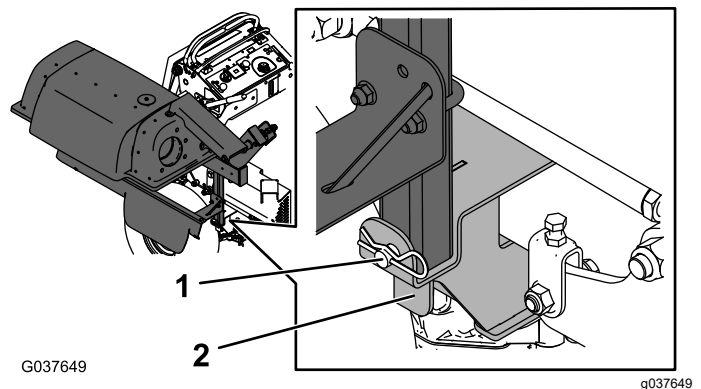

Figura 15
3. Fissate il lato inferiore anteriore del telaio del sistema di raccolta alla staffa del supporto della trasmissione utilizzando un perno con testa e una coppiglia (Figura 15).